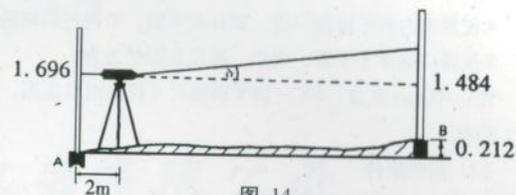

图 14
5.2.2 仪器安置在离A点2m处, 读取 $a_2, b_2$ (如图14)。